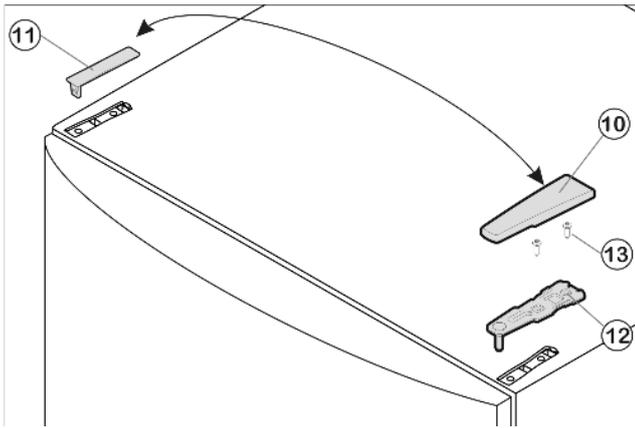

Fig. 4
- ▶ Стяните крышку Fig. 4 (10) вперёд и снимите крышку Fig. 4 (11).
- ▶ Открутите верхнюю опорную подставку Fig. 4 (12) (2 шт. Torx 25) Fig. 4 (13) и вытяните вверх.
- ▶ Установите дверь сверху на опорный палец (22).
- ▶ Установите верхний опорный кронштейн Fig. 4 (12) на новой стороне шарнира так, чтобы он защелкнулся в дверце.
- ▶ Прикрутите опорный кронштейн Fig. 4 (12) (2 шт. Torx 25) Fig. 4 (13). При необходимости просверлите отверстие или используйте аккумуляторную отвертку.
- ▶ Защёлкните крышку Fig. 4 (10) и крышку Fig. 4 (11) на противоположной стороне.